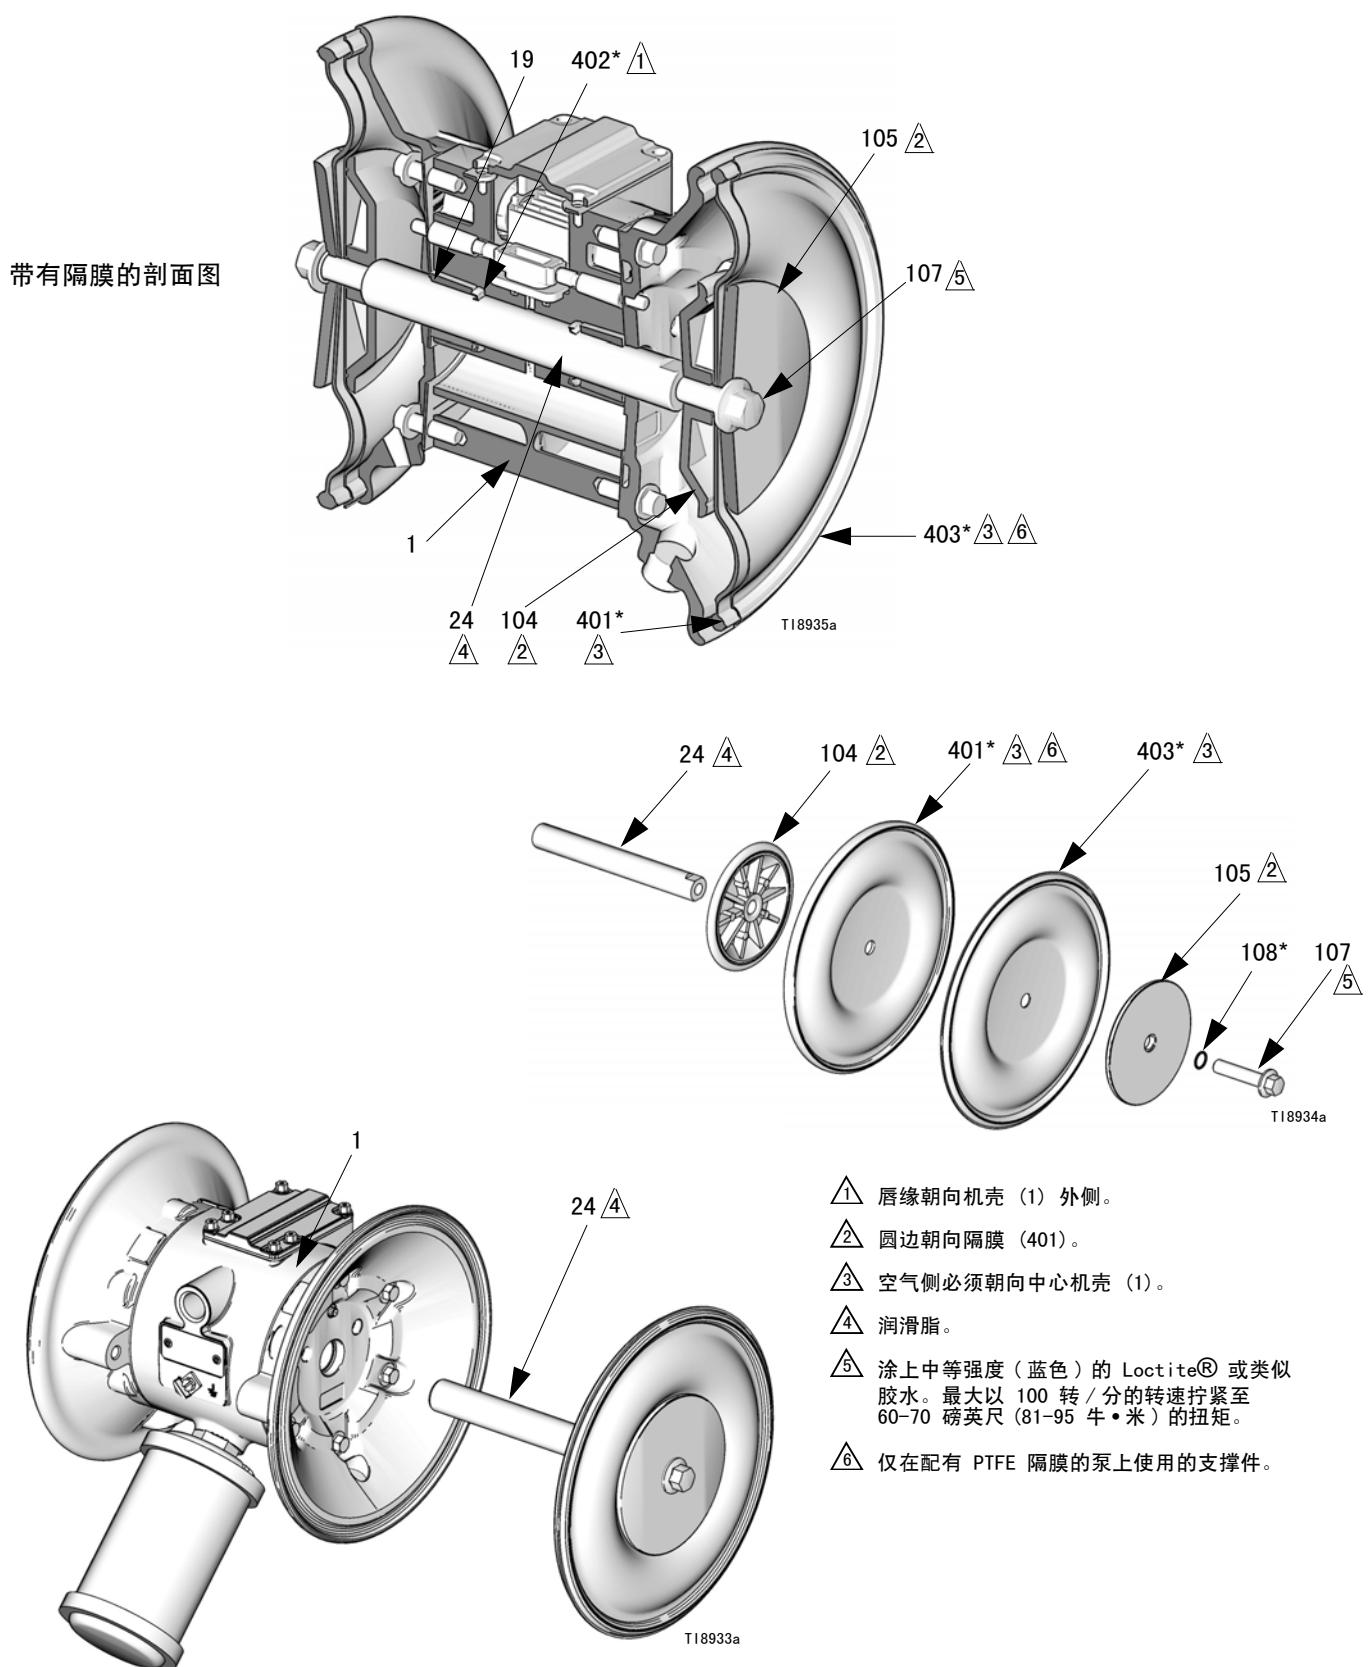

图 11
4. 使用 15 毫米套筒扳手拧松隔膜轴螺栓 (107)，但不要将其卸下。见图 11。
5. 从隔膜轴 (24) 上松开一个螺栓并卸下 O 形圈 (108)、流体侧隔膜板 (105)、隔膜 (403)、支撑件 (401) (仅用于 PTFE 型号上) 和空气侧隔膜板 (104)。见图 11。
6. 将其他隔膜组件和隔膜轴 (24) 从中心机壳 (1) 中拉出。用 19 毫米开口扳手夹住隔膜轴的平面，然后从抽上卸下螺栓 (107)。卸下剩余的隔膜组件。
7. 检查隔膜轴 (24) 是否有磨损或刮伤。若已损坏，则应检查轴承 (19) 情况。若轴承已损坏，则请参阅第 24 页。
8. 将 O 形圈挑针伸到中心机壳 (1) 内，并勾住 U 形环垫圈 (402)，然后将其一起从机壳中拉出。轴承 (19) 未卸下也可以进行这个操作。
1. 安装隔膜轴 U 形环垫圈 (402*)，以使唇缘朝向机壳 (1) 外侧。润滑填料。见图 11。
2. 按如下步骤在隔膜轴 (24) 的一端装上隔膜组件：
- a. 将 O 形圈 (108*) 安装在轴螺栓 (107) 上。
- b. 将流体侧隔膜板 (105) 安装到螺栓上，以使圆边朝向隔膜 (401)。
- c. 安装隔膜 (403*)。应确保标有“空气侧”的一面朝向中心机壳 (1)。
8. 如果已卸下隔膜轴轴承（19），则将 O 形圈挑针伸到中心壳体内（1），并勾住 U 形环垫圈（402），然后将其一起从机壳中拉出。检查垫圈。见图 11。
1. 如果已卸下，则应安装隔膜轴 U 形环垫圈（402*），以使唇缘朝向机壳（1）外侧。见图 11。